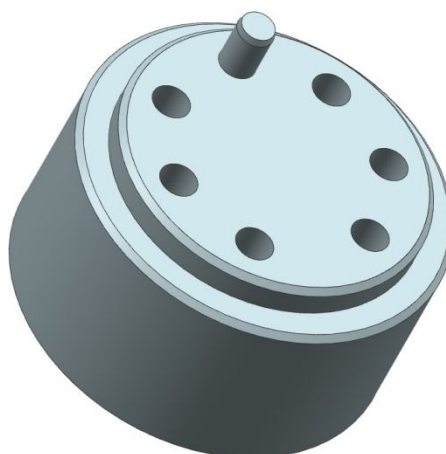

Рис.82. Кондуктор
3. Кондуктор для сверления дополнительных установочных отверстий под штифт в звёздочках распределительных валов 17-Ф-2349 (рис.82).